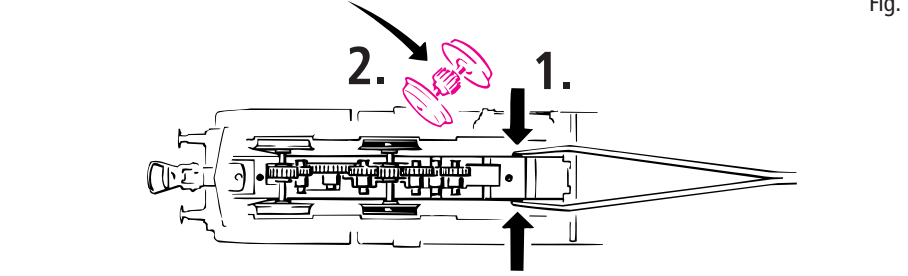

Fig. 12
Version en courant alternatif: voir fig. 12 + (I - XII).
A. C. operation: see fig. 12 + (I - XII).